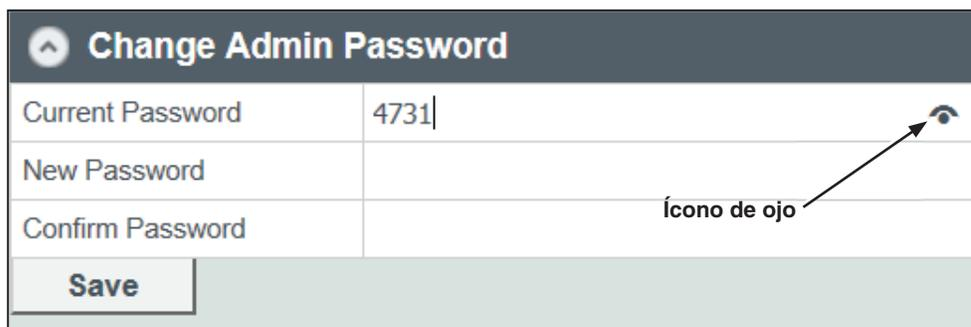

Figura 17. Clic en el icono del Ojo para mostrar la contraseña.
PASO 3. Si así lo desea, de un clic en el icono del Ojo, en el costado derecho del campo de **Current Password (Contraseña Actual)** para mostrar el texto de la contraseña. Vea la Figura 17.